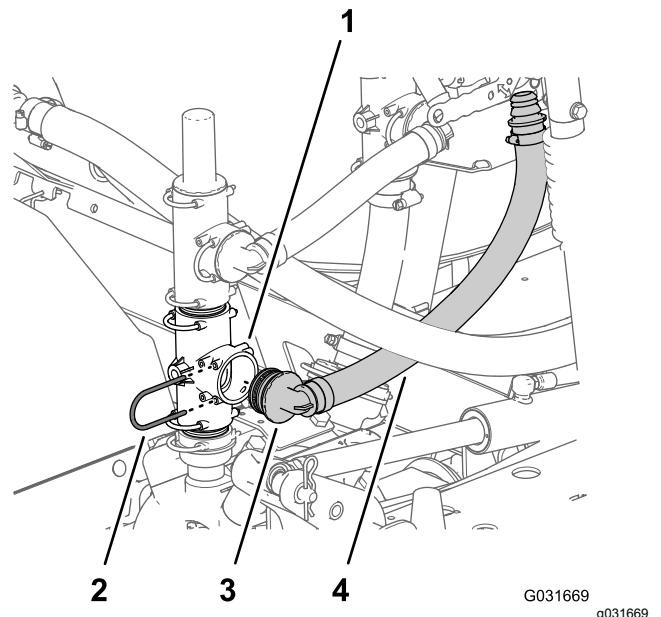

图 225
1. 对齐供水软管子总成 Toro 零件号 131-9648 的其他 90 度接头与打药泵 T 形接头的开口端并插入 90 度接头直到其进入 T 形接头 图 225。
2. 使用在接头固定到打药泵的 T 形接头上固定时使用在 调整泄压阀 \(页码 80\) 的步骤 1 中卸下的卡环 图 225。